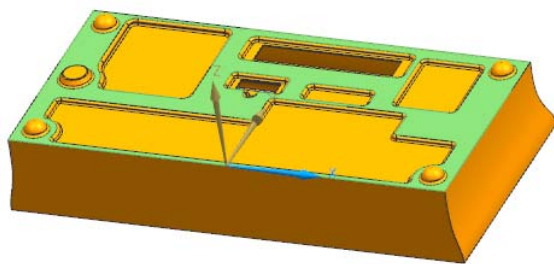

图 8-70 选择草图工作平面
(2) 单击“绘制截面”按钮 ，打开“创建草图”对话框。在视图区选择草图工作平面，如图 8-70 所示。